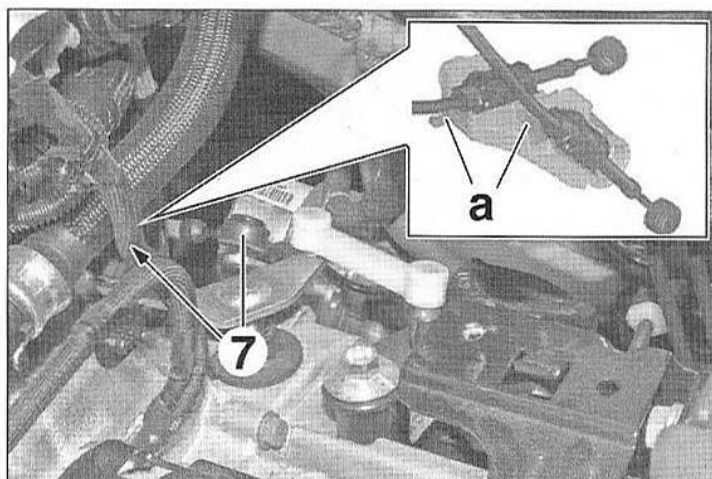

FIG.135
- Désaccoupler les commandes de boîte de vitesses (7) (Fig.135).